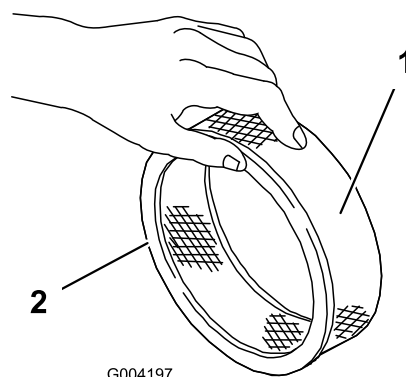

Figura 19
- Golpee suavemente el elemento de papel en una superficie plana para eliminar polvo y suciedad (Figura 19).
- Deslice cuidadosamente el prefiltro de gomaespuma sobre el elemento de papel (Figura 19).